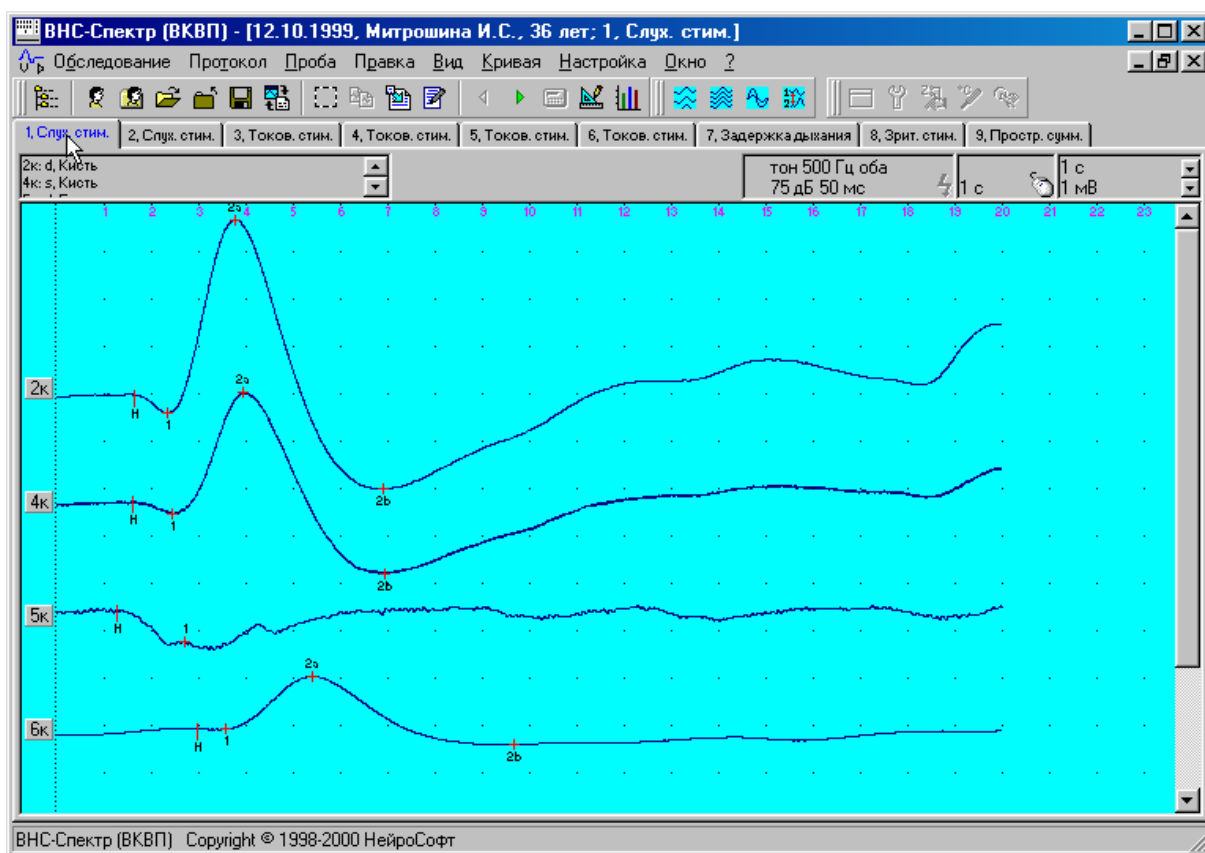

Рис. 3.19
- поместите курсор мыши на закладку пробы (Рис. 3.19);